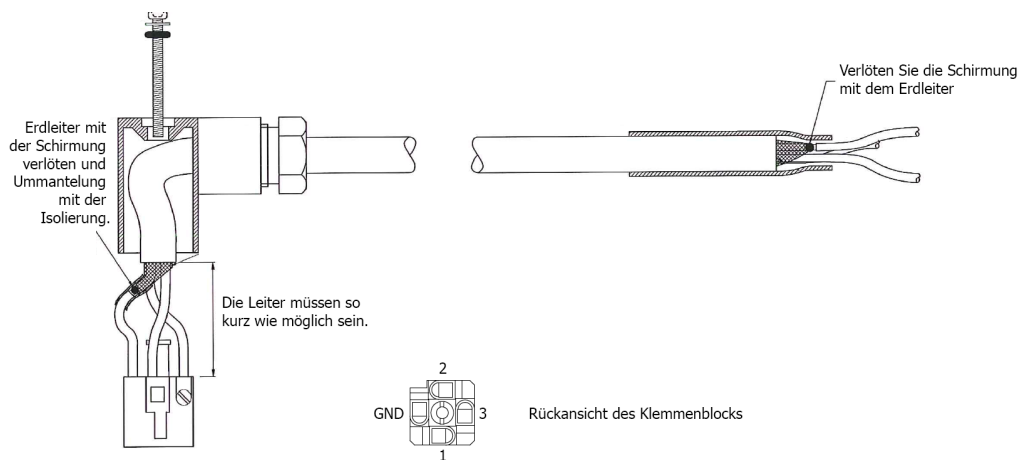

Abb. 16 Easidew Transmitter
4. Das Kabel muss gemäß *Abbildung 16* montiert werden.